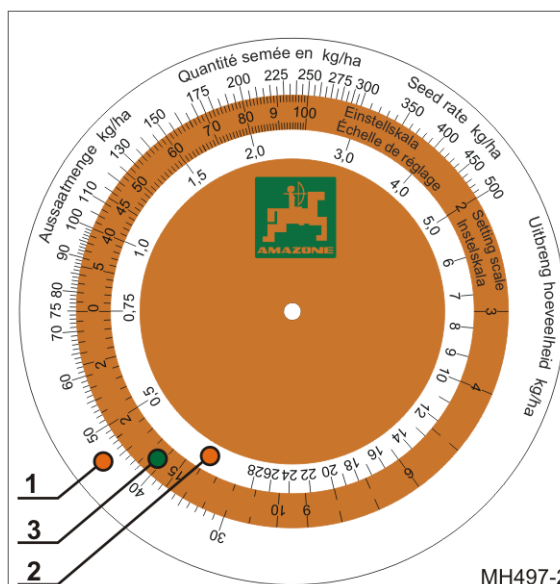

Fig. 39
- o scală albă exterioară (Fig. 39/1) pentru toate cantitățile de însămânțat de peste 30 kg/ha
- o scală albă interioară (Fig. 39/2) pentru toate cantitățile de însămânțat de sub 30 kg/ha
- o scală colorată (Fig. 39/3) cu toate pozițiile cutiei de viteze de la 1 până la 100.